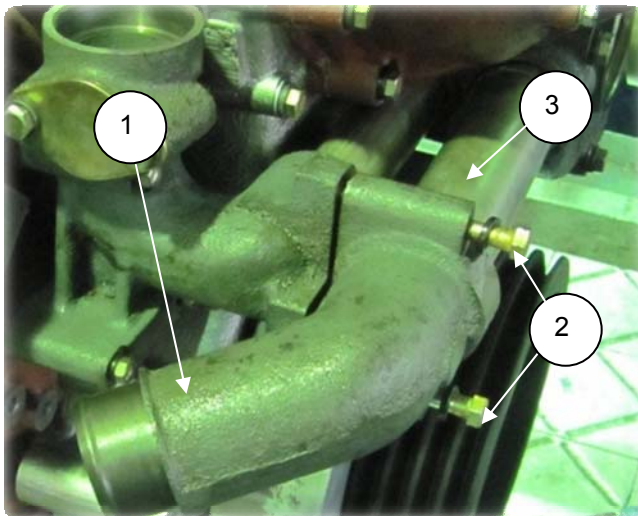

Рис. 2.48
1. Снять патрубок отводящий водяного насоса (1) (850.1303016), отвернув 2 болта (2) (рис. 2.48);
2. Вынуть трубу отводящую правую (3) (850.1303154) из расточки водяного насоса (рис. 2.48);